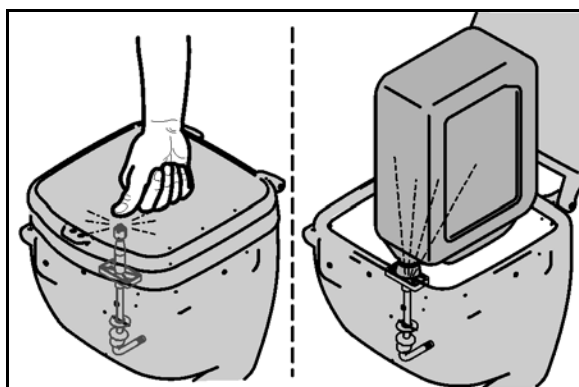

Bild 66
- det stängda, fällbara locket pressar spolmunstycket nedåt (Bild 66).